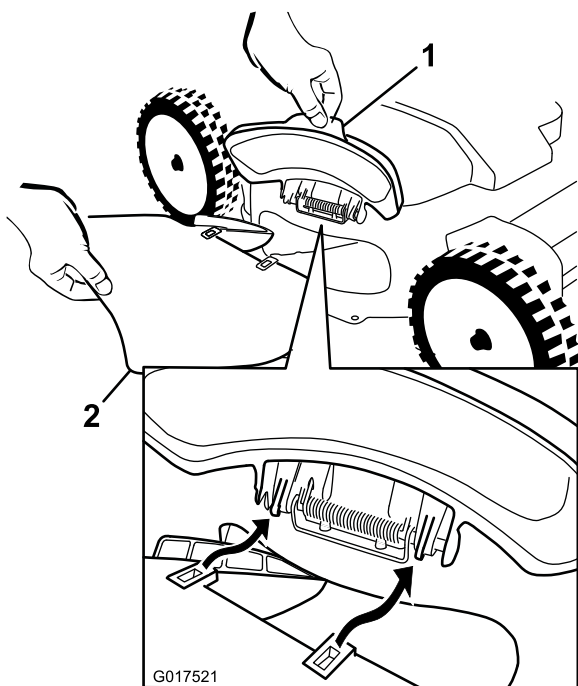
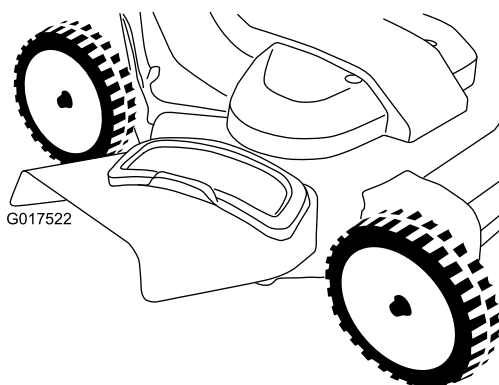

Figura 29
Figura 30
1. Erga o defletor de descarga lateral (Figura 29).
2. Instale a calha de descarga lateral conforme ilustrado na Figura 29 e Figura 30; feche o defletor na calha.